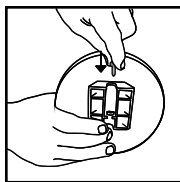

FIGURA 11
14. Inserte el tornillo suministrado a través de la parte posterior del alojamiento de eje. **FIGURA 11.**